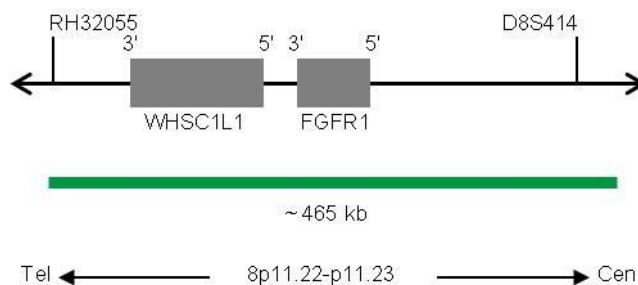

Abb. 1: SPEC FGFR1 Sondenlokalisierung (nicht maßstabsgetreu)
- ZyGreen (Anregung 503 nm/Emission 528 nm) markierten Polynukleotiden (~10 ng/ $\mu$ l), die gegen Sequenzen in 8p11.22-p11.23\* (chr8:38,063,906-38,527,745) gerichtet sind, welche die FGFR1-Genregion enthalten (siehe Abb. 1).